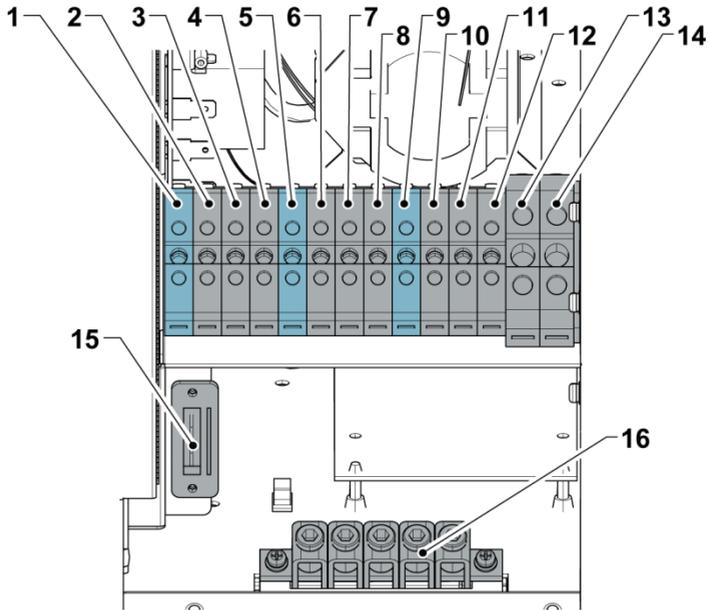
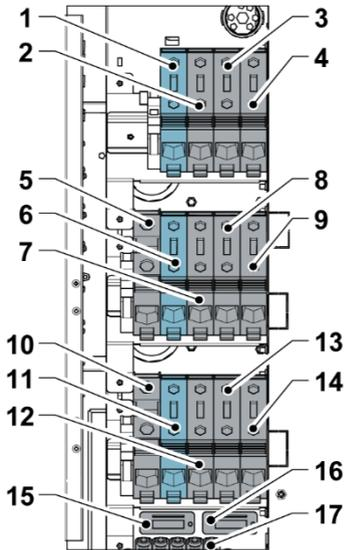

Abbildung 10. Stromkabelanschlüsse der 93PS USV mit 8-20 kW
Abbildung 11. Stromkabelanschlüsse der 93PS USV mit 30-40 kW
Stromkabelabschlüsse finden Sie in Abbildung 10 und Abbildung 11.
Für die Option mit externer separater Batterie sind separate Anschlüsse für beide Batteriebanken (Schaltschränke) vorhanden. Diese Anschlüsse ersetzen die Anschlüsse 5 und 10 (siehe Figure 11).
4. Schließen Sie die Kabel an ihren entsprechenden Klemmblöcken an; siehe Figure 10 und Figure 11.